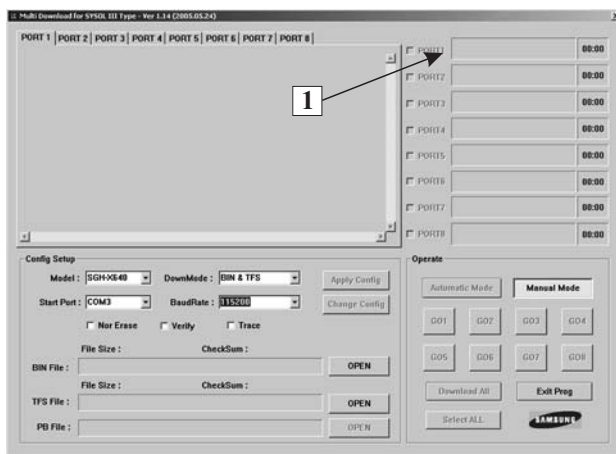

Рис. 1.36. Основное диалоговое окно «Multi Downloader for Sysol III Type»
«Multi Downloader for Sysol III Type» предназначена для загрузки программного обеспечения в телефоны на базе аппаратной платформы Sysol — «Samsung SGH-E800/E330/E630/X620/X640». Также в некоторых версиях данной программы добавлена поддержка азиатских вариантов данных телефонов — «Samsung SGH-D488/X479/X667/X635/E335/X495/X648». «Multi Downloader for Sysol III Type» позволяет одновременно перепрограммировать до восьми сотовых телефонов. Основное диалоговое окно рассматриваемой программы приведено на рис. 1.36.
6. Нажимают кнопку «Apply Config», после чего станут, доступны флажки выбора используемых COM-портов (1 на рис. 1.36).